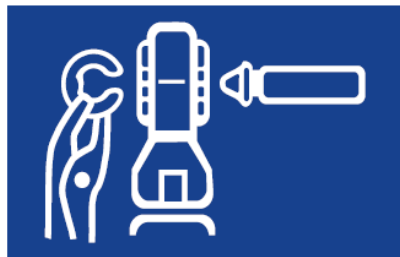

Fig. 5
2. Remova o grampo de retenção (Fig. 5).